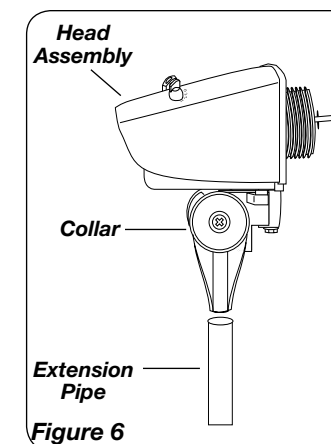

Figure 6
1. Place *Head Assembly* with *Collar* onto *Extension Pipe*. (Figure 6)
- Placer la Tête avec le Collier sur la Rallonge de Tube. (Figure 6)